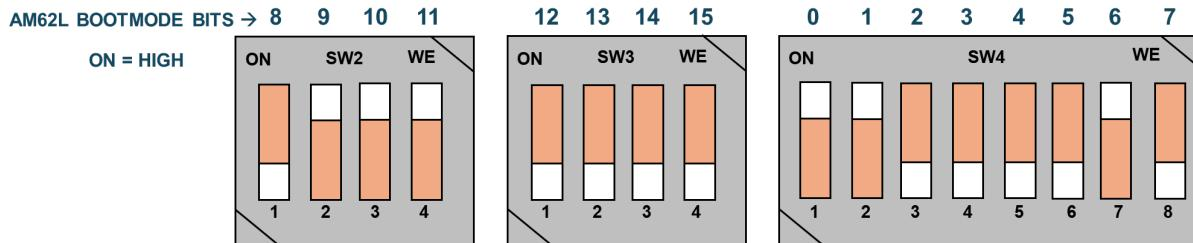

图 2-10. 完整引脚数引导模式示例 (SD 卡引导)
- 将 EVM 引导开关选择器 ( SW4、SW3 和 SW2 ) 置于所选的引导模式。图 2-10 显示了 SD 卡的完整引脚数引导模式示例。